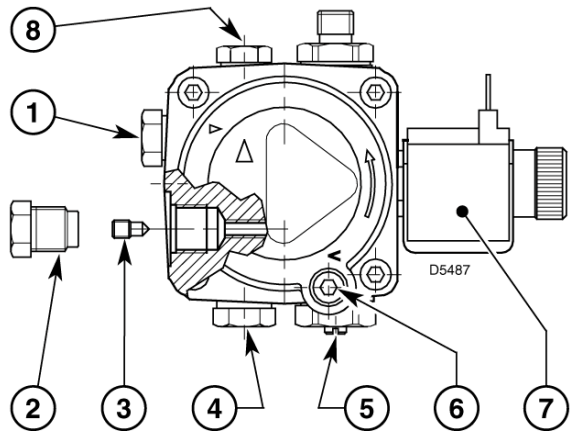

рис. 7
- Насос предназначен для двухтрубной схемы. Если вы хотите сделать однотрубную схему, необходимо вывинтить пробку обратного трубопровода (2), отвинтить винт бай-паса (3) и потом снова закрутить пробку (2) (Смотри рисунок 7).
В системе, изображенной на рисунке 6 достаточно ослабить штуцер вакуумметра (6, рис. 7) и подождать, пока не начнет выходить топливо.